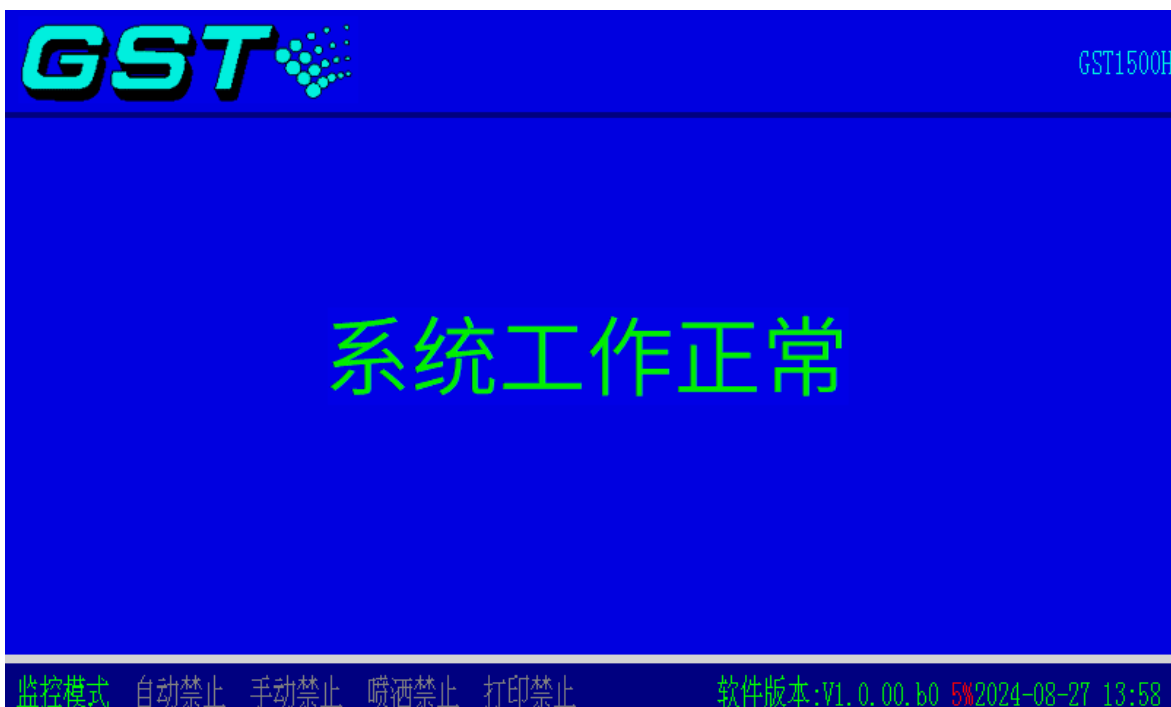

图 4-3
- ✧ 如果如果当前控制器处于监控工作状态，正常运行时的窗口显示如图 4-3，除工作状态显示为监控模式外，其余显示内容与调试状态内容一致。